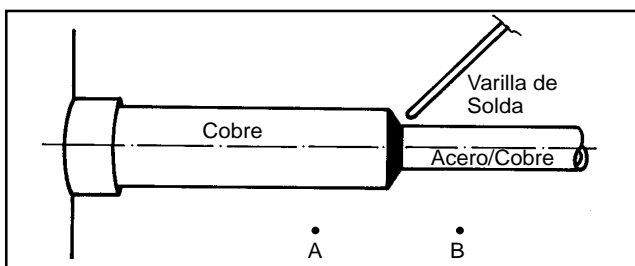

FIG. 12
3.2.3.2 Caliente uniformemente el tubo macho y el tubo hembra hasta que alcancen la temperatura ideal para el brasaje, movimientando la llama del punto A para el B y viceversa (Fig. 12).